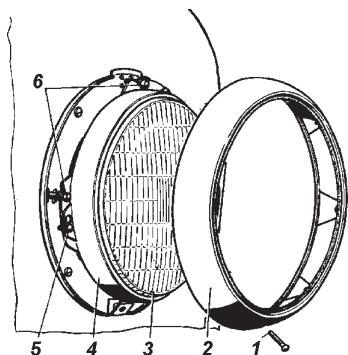
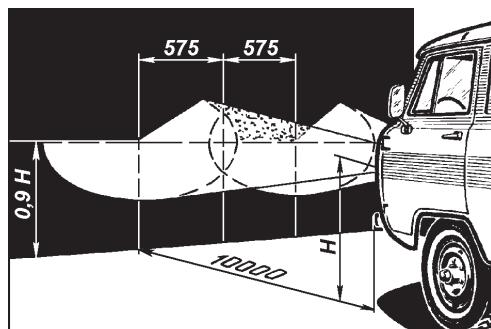

Рис. 9.37. Фара:
Рис. 9.38. Разметка
Для замены лампы в фаре необходимо отвернуть винт 1 (рис. 9.37) и снять декоративный ободок 2. Ослабить три винта 5 и снять внутренний ободок 4 с оптическим элементом 3.
3. Включите ближний свет и, закрыв одну из фар, отрегулируйте другую винтами 6 (см. рис. 9.37) так, чтобы световое пятно на стене или экране было расположено, как показано на рис. 9.38. Регулировочные винты фар расположены симметрично центра фар в горизонтальной плоскости.